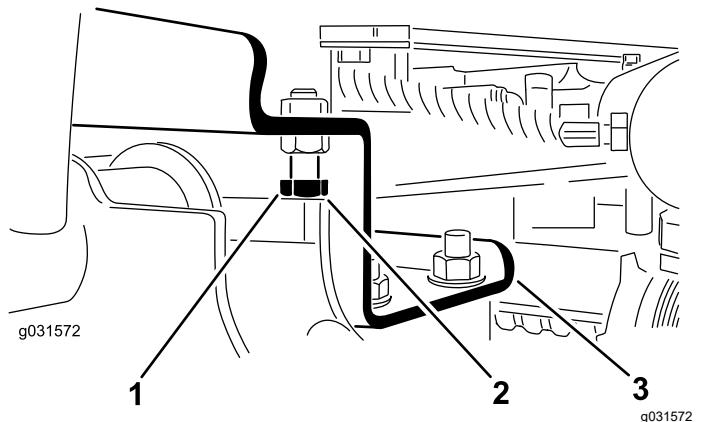

Figura 14
- Allentate i bulloni di arresto (Figura 14).
| 2. Assicuratevi che la distanza tra ciascun braccio di sollevamento e il bullone di arresto sia pari a 0,13–1,02 mm, come illustrato nella Figura 14 . | |